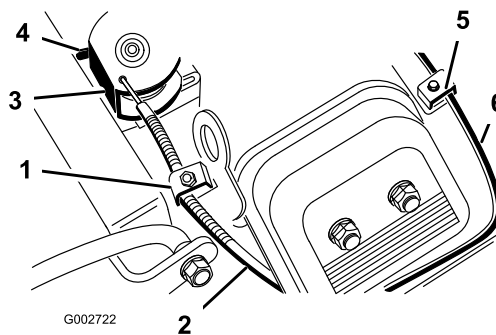

Bild 37
2. Lockern Sie die Klemmschraube des Bowdenzugs, mit der dieser am Motor befestigt ist (Bild 37).
4. Ziehen Sie fest am Bowdenzug, bis die Rückseite der Schwenkplatte den Anschlag berührt (Bild 37).
4. Ziehen Sie fest am Chokezug (Bild 37), bis die Choke-Drosselklappe ganz geschlossen ist; ziehen Sie dann die Klemmschraube des Chokezugs fest.